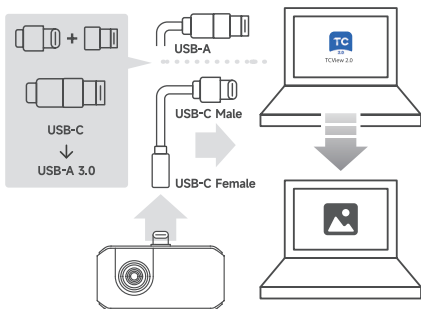

Figura 3.2.1
2. Conecte la cámara M192 a una computadora con Windows usando el cable adaptador suministrado (consulte la figura 3.2.1).